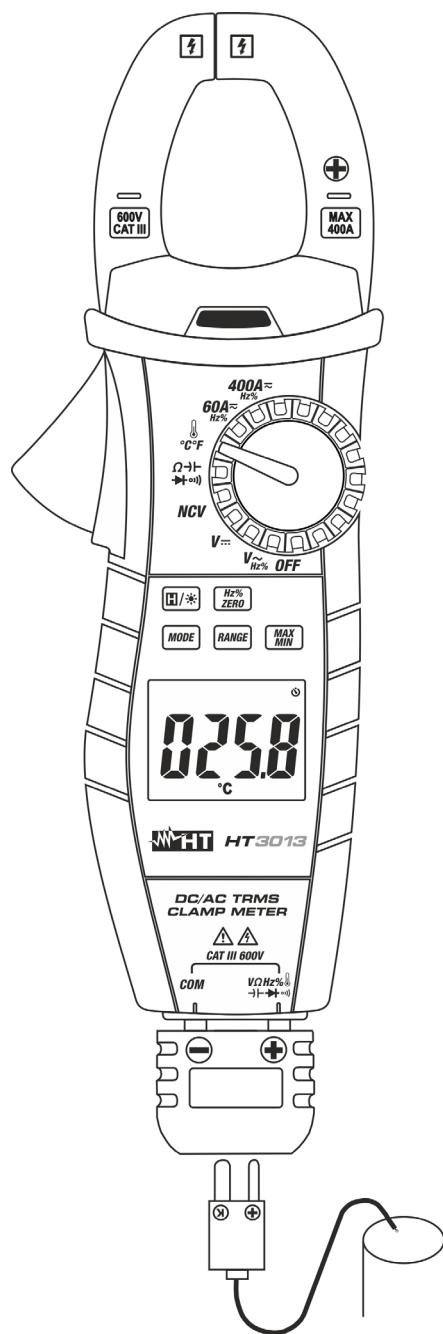

Fig. 10: Utilização da pinça na Medição de Temperaturas com sonda K
3. Inserir a sonda tipo K (fornecida) no terminal de entrada  $\text{V}\Omega\text{Hz}\% \rightarrow \text{K} \rightarrow \text{COM}$  e **COM** através do respetivo adaptador, respeitando a polaridade mostrada na Fig. 10. O valor da temperatura é mostrado no display.